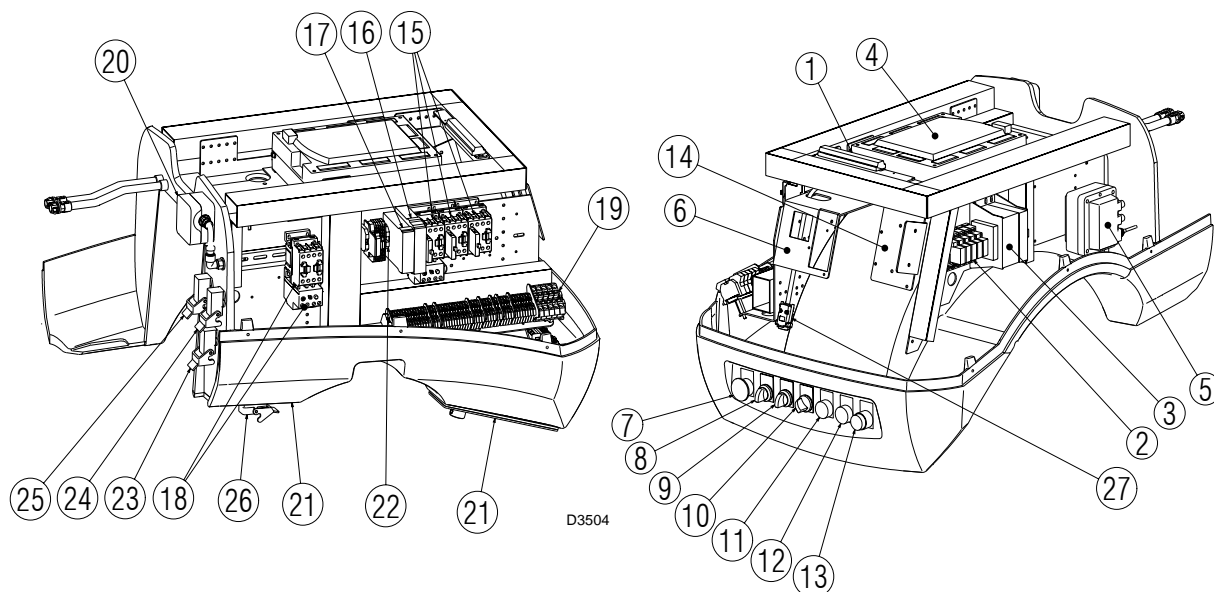

图 6
- **控制盒锁定：**如果控制盒按钮(红色led灯) 13) (图 6)亮起，表示燃烧器锁定。
如需要复位，按下按钮 13) (图 6)。